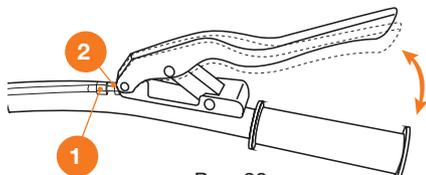
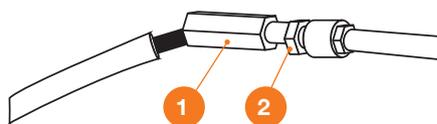

Рис. 22
Рис. 23
- Измерьте свободный ход на рычаге сцепления. Свободный ход должен составлять 3-5 мм (Рис. 22). Если свободный ход не соответствует требуемым параметрам, ослабьте фиксирующую гайку ② и подтяните или отпустите регулировочный винт ①, чтобы добиться необходимого свободного хода рычага сцепления. После регулировки затяните фиксирующую гайку ② (Рис. 23).